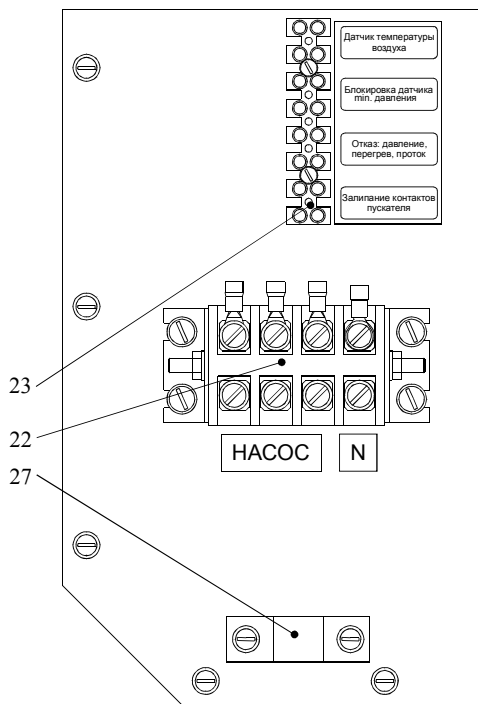

Рис.3 Панель подключения внешних устройств
4.1.5 Панель подключения внешних устройств включает в себя два клеммника. Четырехконтактный клеммник (22 рис.3) для подключения по питанию внешнего трехфазного циркуляционного насоса и ввода в прибор рабочего нуля (цепи управления 220В). Восьмиконтактный клеммник (23 рис.3) для подключения внешних устройств. Кабель насоса закрепляется с помощью скобы (27). Места подключения обозначены с помощью аппликаций.
7.2.6 При подключенном через клеммник “Датчик температуры воздуха” (Рис.3) внешнем датчике температуры воздуха прибор переходит в режим управления по температуре воздуха в помещении, где установлен датчик. Ручка терморегулятора *ТЕМПЕРАТУРА* должна находиться в крайнем правом положении.
4.2.2 Для организации дистанционной индикации отказов прибора на клеммную колодку (23, Рис. 3) выведены сигналы “Отказ: давление, перегрев, проток” и “Залипание контактов пускателя” от соответствующих реле на плате управления. Контакты реле предназначены для работы в цепях переменного и постоянного тока в диапазоне напряжений 0-250В. Допустимый ток коммутации 5А. При аварийной ситуации контакты реле замыкаются.